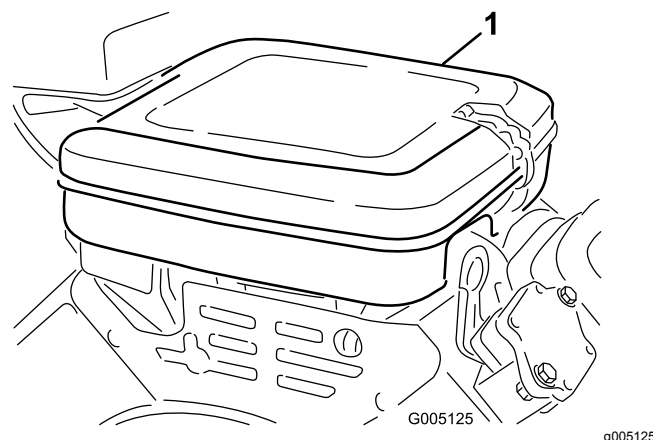

Figura 24
1. Pulite il coperchio del filtro dell'aria (Figura 24).